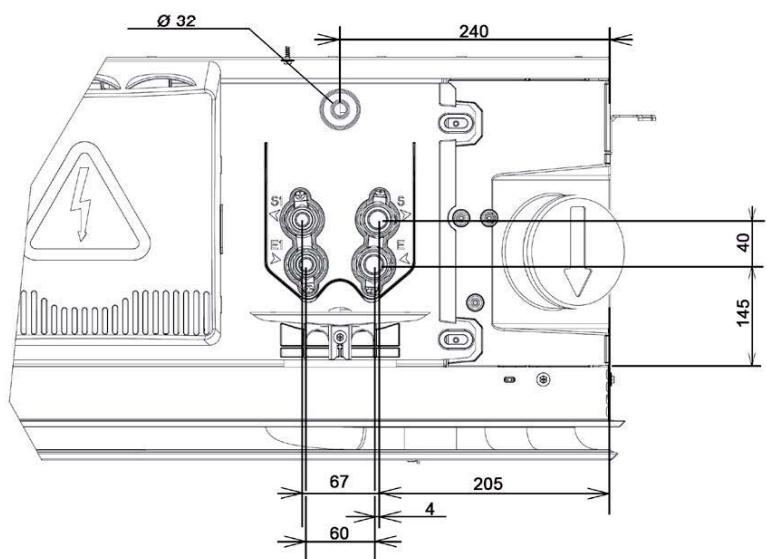

Fig. 9
- Vérifier la libre rotation et l'absence de frottement de la turbine. Si nécessaire réajuster l'ouïe en plastique (Fig. 9, rep. a) montée à l'aspiration d'air sous le bac principal, en desserrant légèrement ces 3 vis de fixation (Fig. 9, rep b). Cette vérification est nécessaire après chaque démontage du bac principal de récupération des condensats et avant la remise sous tension de l'appareil.